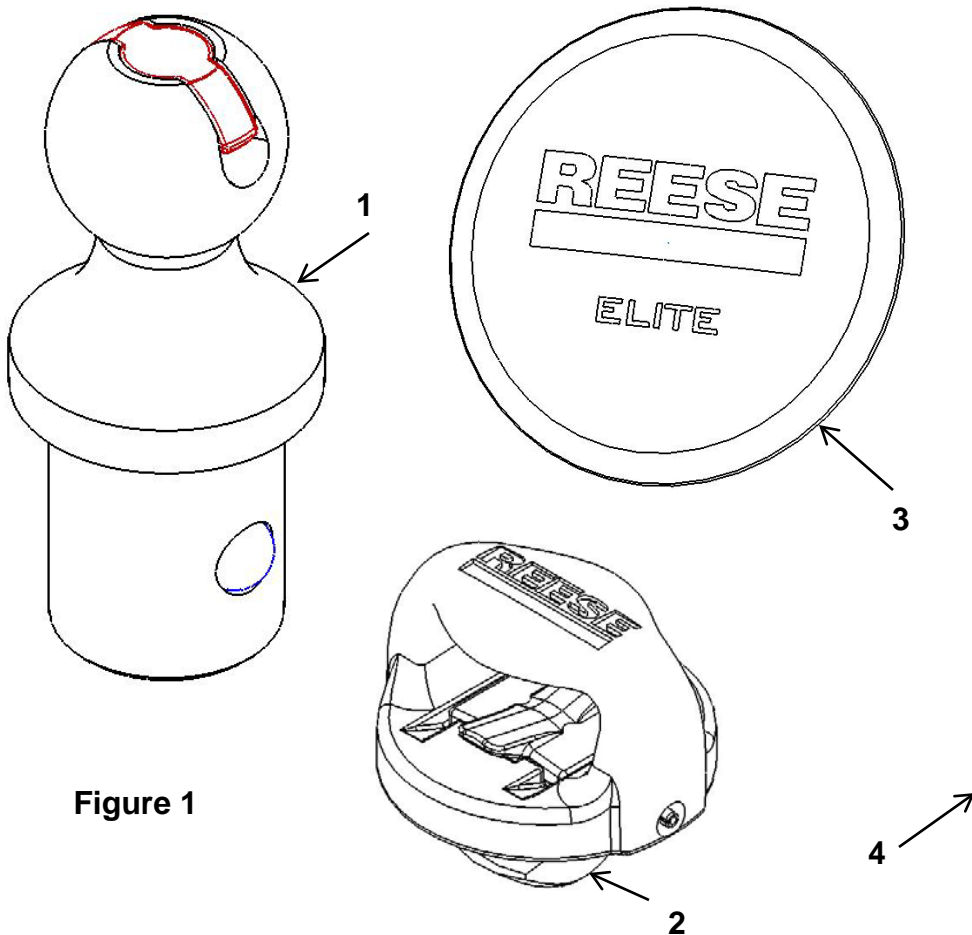

Figure 1
1. Vérifier la présence de tous les composants énumérés à la Figure 1 dans toutes les boîtes et se familiariser avec leur terminologie.